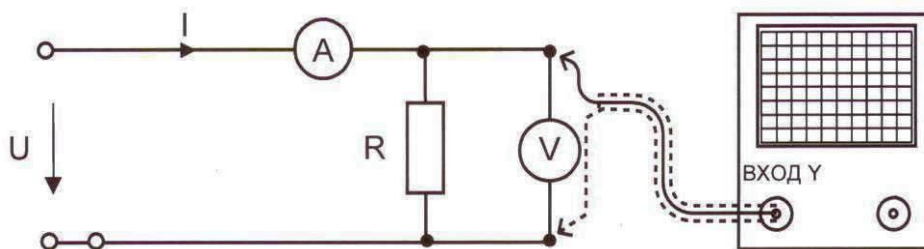

Рисунок 1.1. Принципиальная схема
- 4.2. Проверить экспериментально работоспособность лабораторной установки с помощью амперметра и вольтметра, собрав цепь согласно принципиальной схеме рис.1.1, включая в неё поочерёдно резисторы с номинальным значением сопротивления $R_1 = 100$ Ом, $R_2 = 150$ Ом.
6.1. В отчёте необходимо указать номер работы, тему, цель, привести принципиальную схему электрической цепи (рис.1.1), таблицу 1.1, необходимые расчёты.